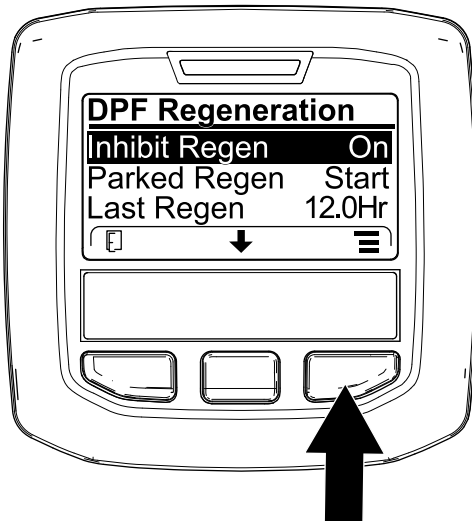
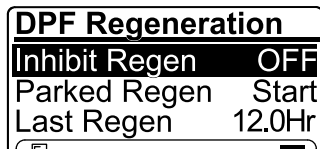

Figura 44
Figura 45
1. Acceda al menú DPF Regeneration (Regeneración de DPF), pulse el botón central para desplazarse hacia abajo, hasta la opción INHIBIT REGEN (Inhibir regeneración) y pulse el botón derecho para seleccionar la opción Inhibit Regen (Figura 44).
2. Pulse el botón derecho para cambiar el ajuste de inhibición de regeneración de Activado a Desactivado (Figura 44) o viceversa (Figura 45).